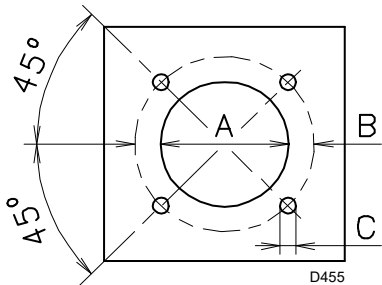

Fig. 11
Taladrar la placa de cierre de la cámara de combustión tal como se indica en Fig. 11. Puede marcarse la posición de los orificios roscados utilizando la junta aislante que se suministra con el quemador.
- Introduzca todo el quemador a través del orificio de la caldera, precedentemente preparado, como indica la Fig. 11 en la pag. 16, y fíjelo con los tornillos suministrados.